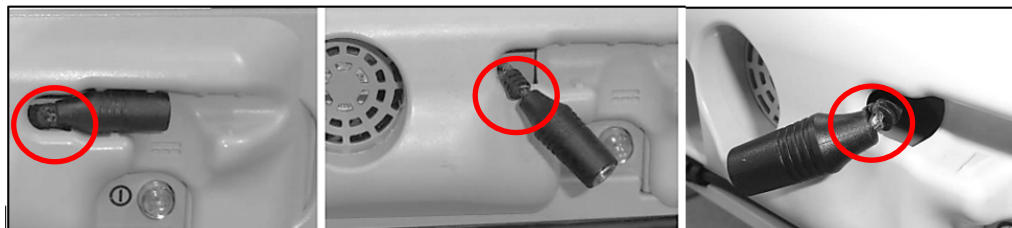

Figura 3 Ejemplos de daños al enchufe del conector
- a. Inspeccione el enchufe del conector de alimentación en la parte posterior del PES en busca de daños. Vea ejemplos de cables/cordones deshilachados o dañados como se muestra en la Figura 3.